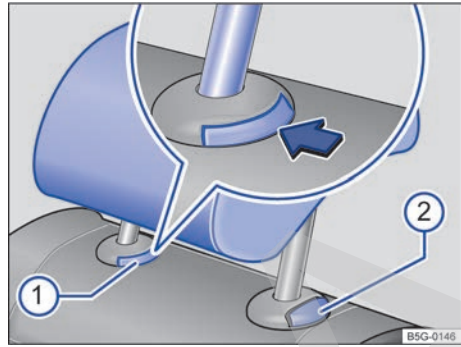

Fig. 112 Desmontaje de los apoyacabezas traseros.
- Pulse la tecla → fig. 112 ① de la guía del apoyacabezas.
- Al mismo tiempo presione la tecla ② mientras una segunda persona extrae el apoyacabezas completamente.